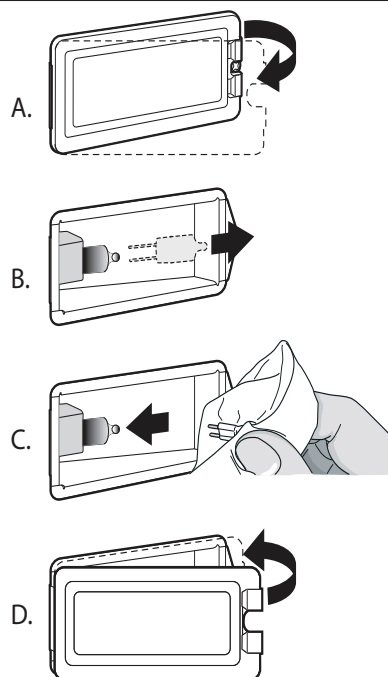

Figure 27 : Emplacement de l'ouverture
3. Insérez la pointe d'un tournevis plat entre l'attache de fixation et le boîtier de la lampe (Figure 27, A).
6. Enlevez le couvercle de la lentille de verre et l'attache de fixation (Figure 27, B).
7. Retirez l'ampoule en la saisissant et la faisant glisser vers l'arrière jusqu'à ce que les deux broches sortent du support en céramique. Ne touchez pas au verre de la nouvelle ampoule de remplacement avec vos doigts, sans quoi elle ne fonctionnera pas lorsque vous l'allumerez. Prenez l'ampoule de remplacement avec un linge sec et propre. Localisez les deux fentes du support de céramique en y poussant doucement les deux broches de l'ampoule (Figure 27, C).
10. Rallumez le disjoncteur (Figure 27, D).